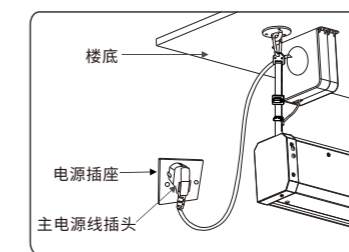

图15
9. 将主电源线另一端插头插入电源插座,使银幕接通电源(如图15)。